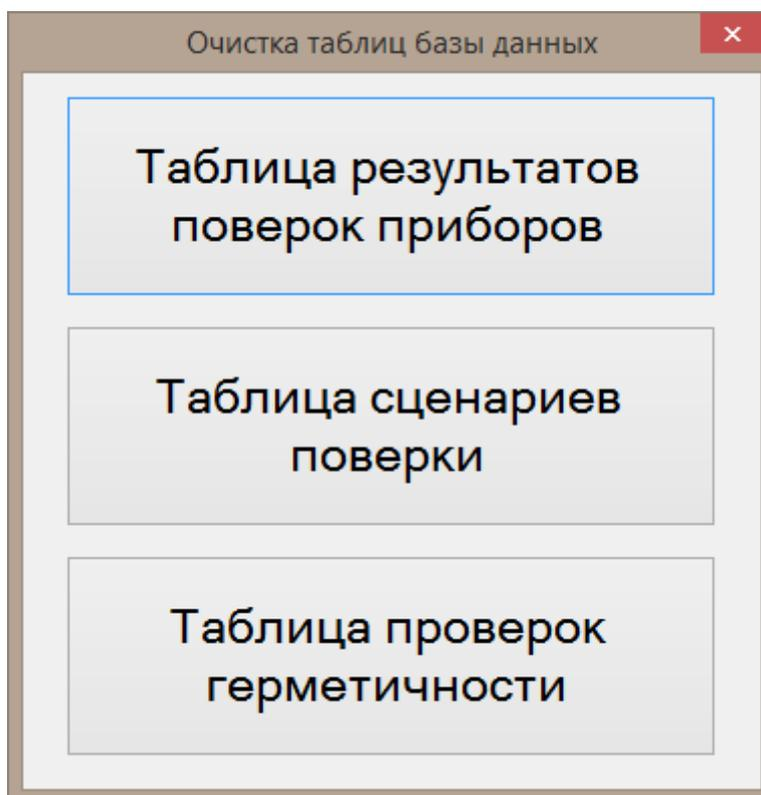

Рисунок 15 – Очистка таблиц базы данных
8. «Очистка таблиц базы данных» - обнуление выбранной таблицы БД (рис. 15).